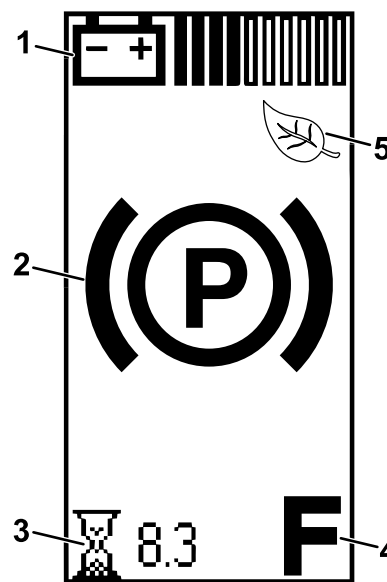
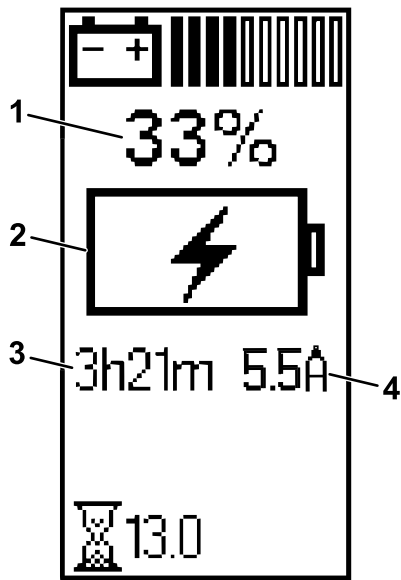
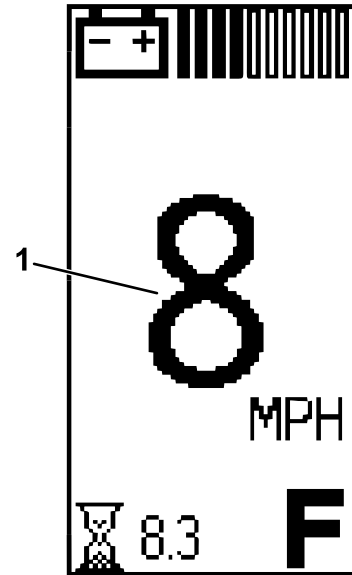

**Bild 7**
**Bild 8**
**Bild 9**
Es gibt einen Begrüßungsbildschirm, einen Betriebsbildschirm und einen Ladebildschirm auf dem Display (**Bild 7**, **Bild 8** und **Bild 9**).
**Bild 8** zeigt an, was Sie im Display sehen können, wenn Sie die Maschine betreiben. Der Begrüßungsbildschirm wird einige Sekunden lang angezeigt, nachdem Sie den Schlüssel in die EIN-Stellung gedreht haben, dann wird der Betriebsbildschirm angezeigt.